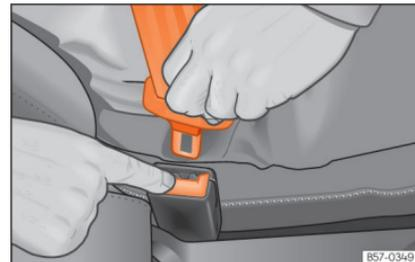

Fig. 15 Soltar a lingueta do fecho do cinto.
- Pressione o botão vermelho do fecho »» **Fig. 15**. A lingueta saltará do fecho.